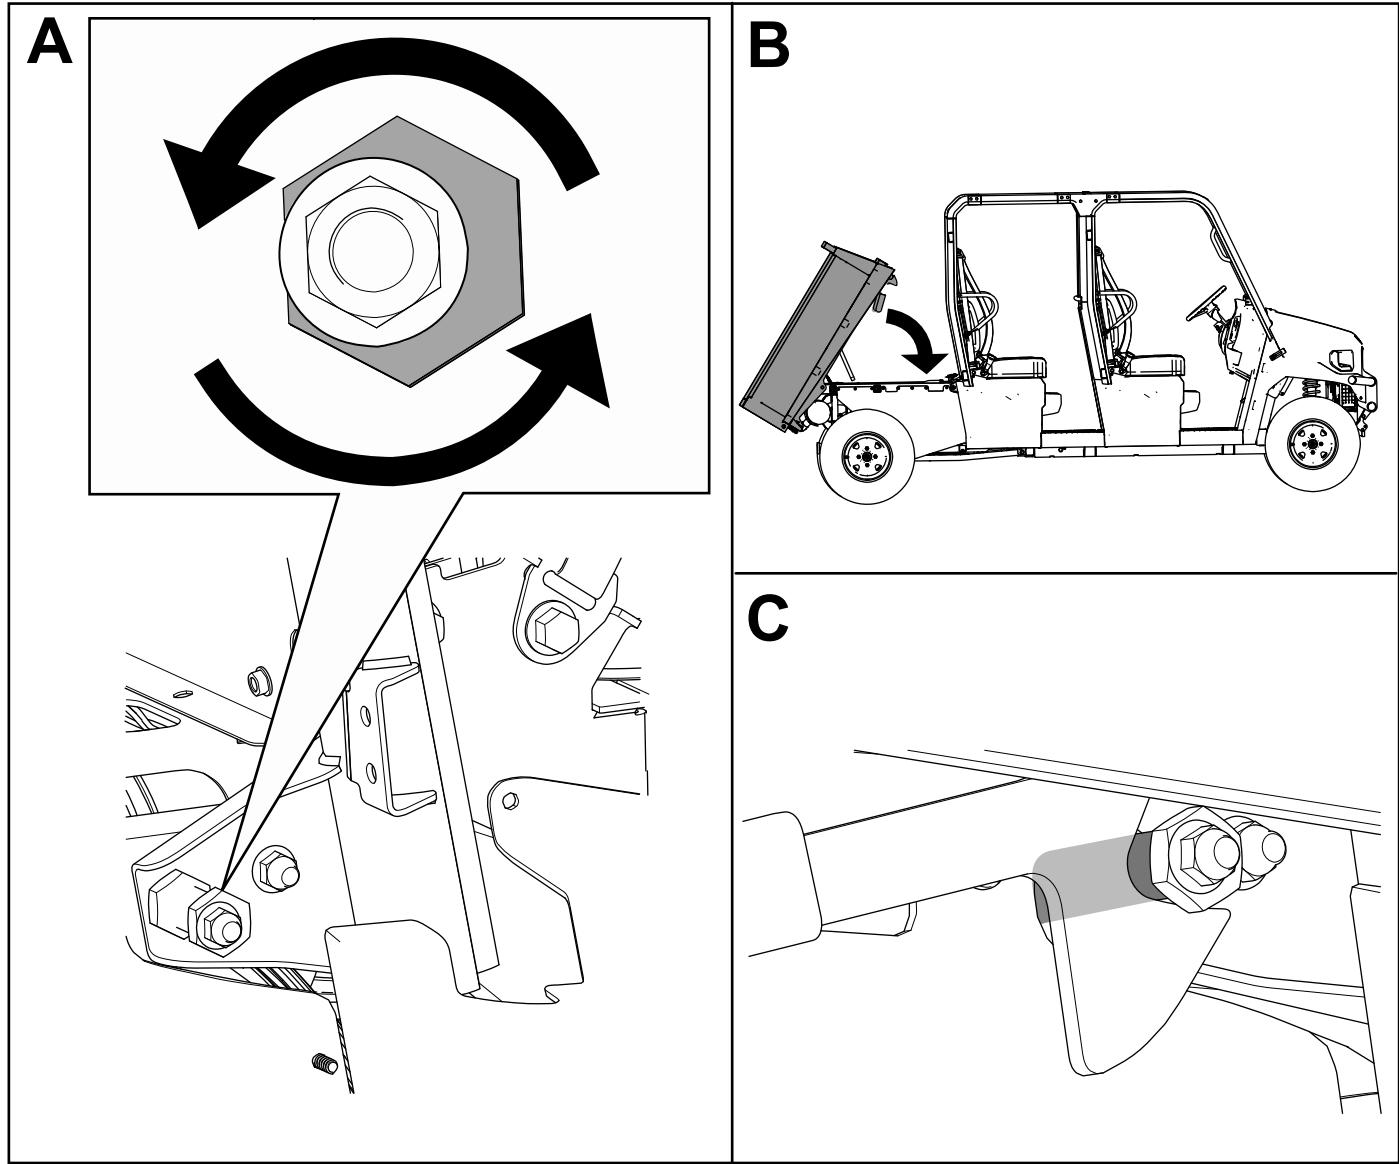

図 57
30. 荷台ラッチ用の整列調整ナットを使って、荷台のラッチがすき間なくぴったりと掛かるように調整する図 57。